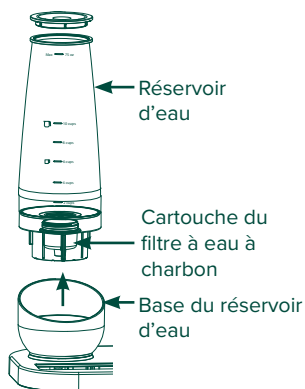

Figure: 1
- 2 Retrait du réservoir d'eau de la base. Voyez la Figure: 1.